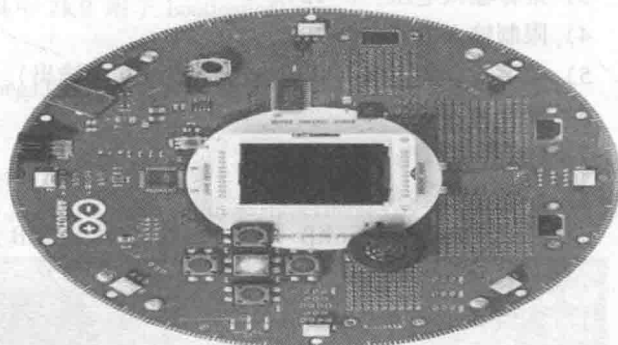

图 1-6 Arduino Robot
(6) Arduino Robot (见图 1-6)。Arduino Robot 是 Arduino 正式发布的首款配对产品。Robot 配有两个处理器, 分别用于两块电路板, 电动板驱动电动机, 控制板负责读取传感器并确定操作方法。它们是基于 AT-Mega32u4 的装置, 是完全可编程的, 使用 Arduino IDE 即可进行编程。具体来说, Robot 的配置与 Leonardo 的配置程序相似, 因为两款板卡的 MCU 均提供内置 USB 通信, 有效避免使用辅助处理器。因此, 对于联网计算机来说, Robot 就是一个虚拟 (CDC) 串行/CO 端口。